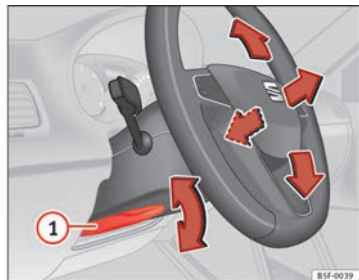

Fig. 89 Levier sur la partie inférieure latérale gauche de la colonne de direction
- Abaissez le levier ① ⇒ fig. 89 ⇒ ⚠